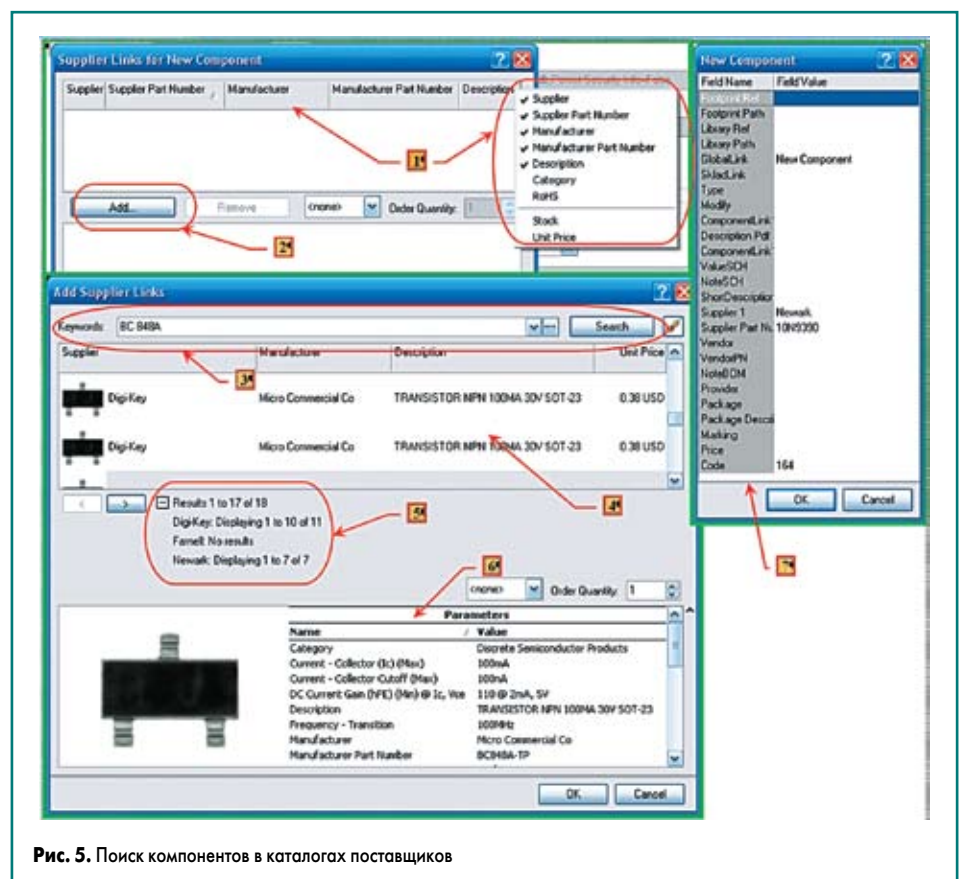

Рис. 5. Поиск компонентов в каталогах поставщиков
6. В этом окне отображается полная информация из каталога о выбранном компоненте (рис. 5).